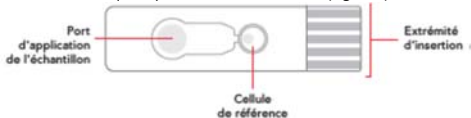

Figure 3. Vue du capteur montrant le port d'application pour charger l'échantillon
- Appliquer l'échantillon sur le Port d'Application de l'Echantillon du Capteur MIOXSYS inséré. Assurez-vous que le port entier est recouvert. (Figure 3).